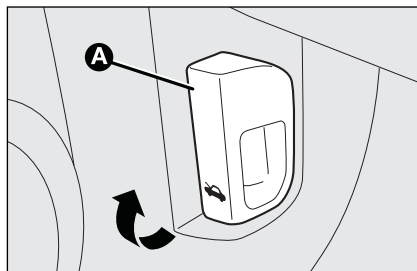

fig. 93
- ☐ trek de hendel **A-fig. 93** in de richting van de pijl;